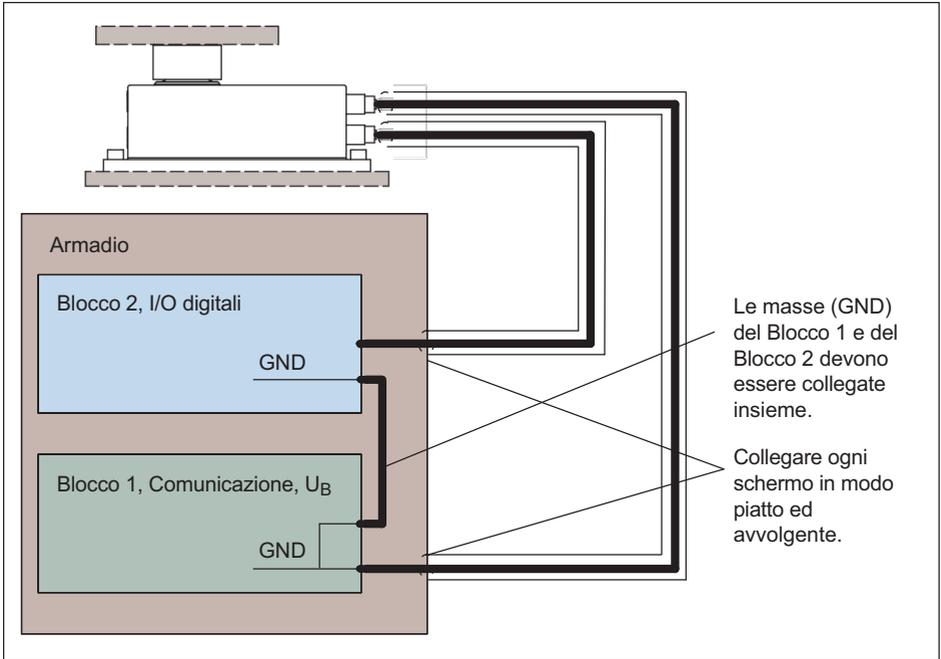

Fig. 7.3 Collegamento del potenziale GND per il montaggio all'interno di un armadio
2. ambedue i blocchi funzione si trovano all'interno di un armadio (Fig. 7.3).
Montando tutti i blocchi funzione all'interno di un armadio (Fig. 7.3 a pagina 21) assicurarsi che sia collegato il potenziale GND di ambedue i blocchi.